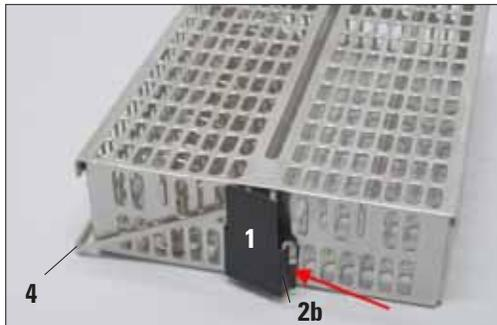

Abb. 10
- Die rechte Lasche (2b, Abb. 10) mit leichtem Druck in das 7. Loch (von rechts) einrasten lassen.